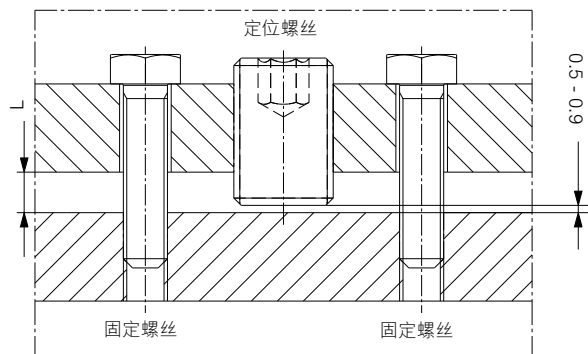

图 17 叶轮间隙调整
3. 拧松定位螺丝并将吸入盖抽回0.5到0.9 mm。使用6个固定螺丝（将每个M12固定螺丝拧转约270°），并以距离“L”作为参考。见图 17。